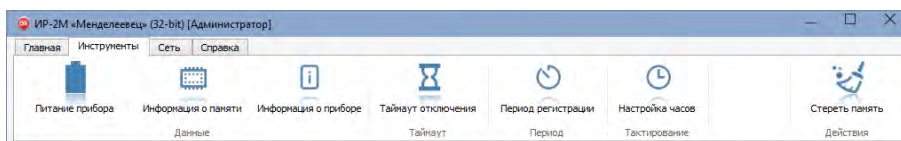

Рисунок 13 – Вкладка «Инструменты» приложения для ПК
3.6.2.7 Для изменения установок прибора перейдите на вкладку «Инструменты» (рисунок 13).